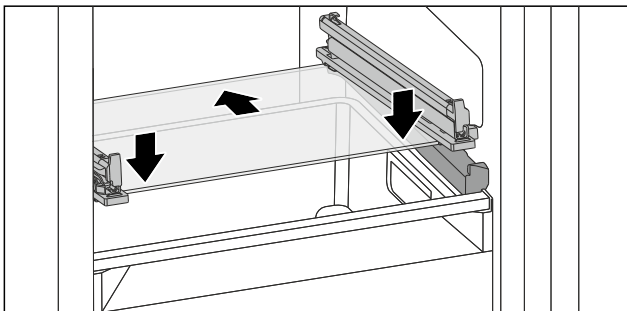

Fig. 141 Стеклнная пластина откидного выдвижного ящика
- ▶ Наклоняя вниз, установите стеклнную пластину за стопоры. (см. Fig. 141)